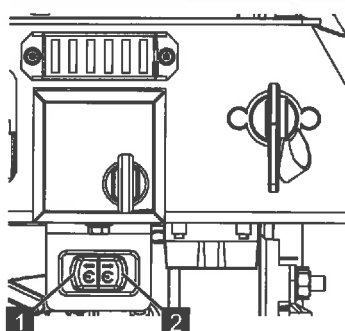

Abb. 180
- Den Servicetaster (Abb.180/1 oder 2) betätigen um die Drehzahl des Verbrennungsmotors zu erhöhen.